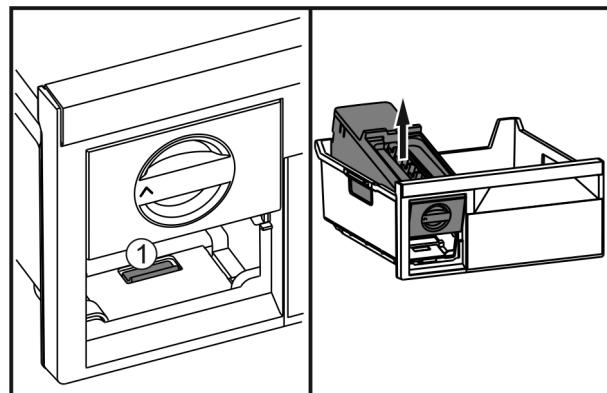

Fig. 30
- Натиснете езичето Fig. 30 (1), повдигнете EasyTwist-Ice отзад и извадете от чекмеджето на фризера.